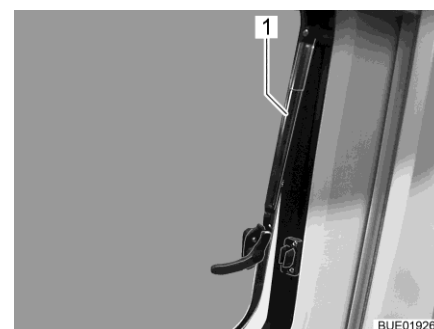

Fig. 14 Fenêtre projetante avec bras automatiques, ouverte
- Ouvrir la fenêtre projetante jusqu'à la position d'ouverture désirée. Faire s'enclencher la fenêtre projetante avec bras automatique (Fig. 14,1).